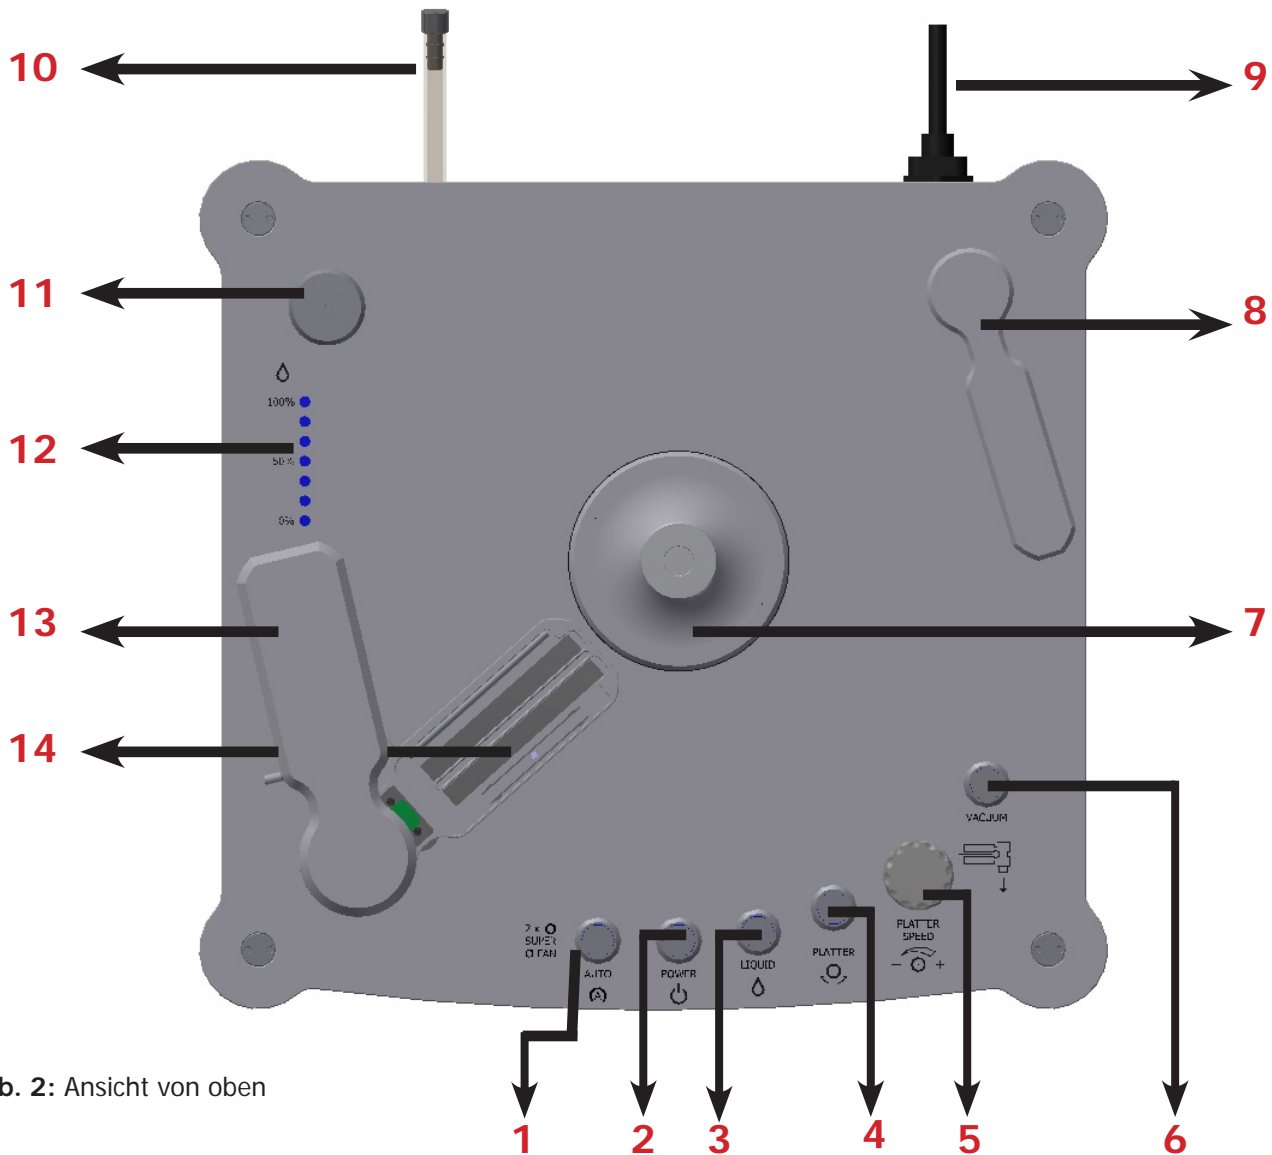

Abb. 2: Ansicht von oben
Setzen Sie den mitgelieferten Trichter in die Einfüllöffnung (siehe Abb. 2, Ziffer 11, Seite 21) und befüllen Sie den Vorratsbehälter mit der mitgelieferten Pure Groove Reinigungsflüssigkeit (max. 0,4 l). Bitte beachten Sie hierbei die LED-Füllstandanzeige.
1. Auf der Geräterückseite finden Sie den Silikonschlauch der etwas herausgezogen werden kann (siehe Abb.2, Ziffer 10, Seite 21).